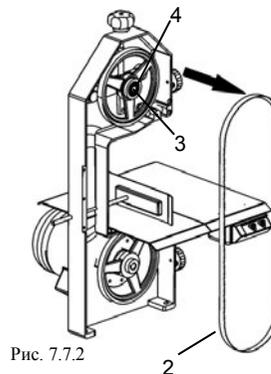

Рис. 7.7.2
- Возьмите пильное полотно «2» и снимите его со шкивов, как показано на рис. 7.7.2.